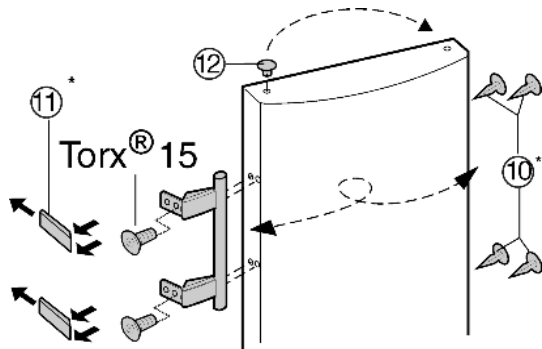

Fig. 8
- ▶ Vyjměte zátky Fig. 8 (12) z pouzdra ložisek dveří a přemístěte je.
- ▶ Odmontujte kliku dveří, zátku Fig. 8 (10) a krycí destičky Fig. 8 (11) a nasad'te na druhou stranu.